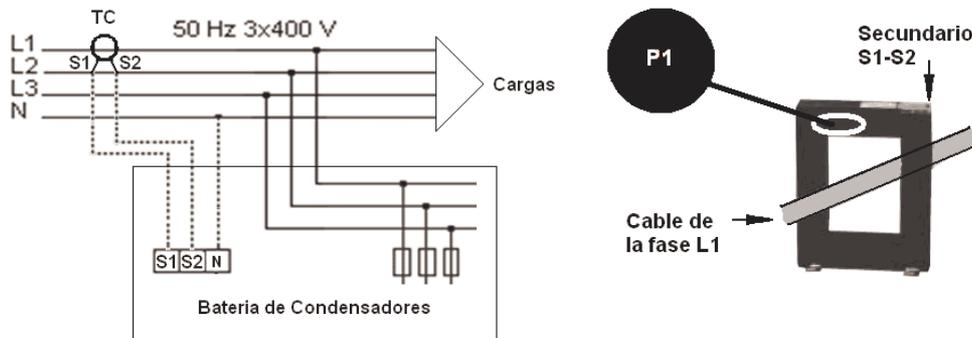

Fig. 5-3 .- Colocación del transformador de corriente (TC) (externo)
<p>Es necesario colocar un transformador de corriente (TC) exterior a la batería de filtros, midiendo la corriente total de la carga más la propia de la batería (ver Fig. 5-3).</p>
<p>El transformador estándar debe tener salida nominal de 5A en el secundario. Es aconsejable conectar el TC a la fase L1 con el sentido de la corriente de P1 a P2 (ver Fig. 5-3) y conectar el secundario (bornes S1, S2) a los bornes del mismo nombre de la batería (ver Fig. 5-3). Evitar paso de corriente por el primario del TC antes de conectar el secundario a los bornes S1 S2 de la batería. Si debe instalarse el TC con la instalación en carga, cortocircuitar S1 y S2 mientras no se conecten a la batería.</p>